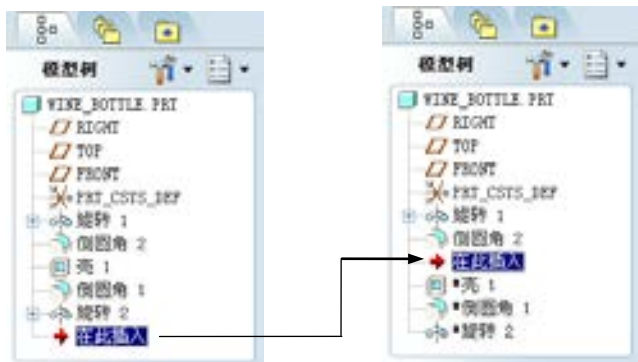

图 5.20.5 特征的插入操作
Step1. 在模型树中，将特征插入符号  在此插入 从末尾拖至抽壳特征的前面，如图 5.20.5 所示。